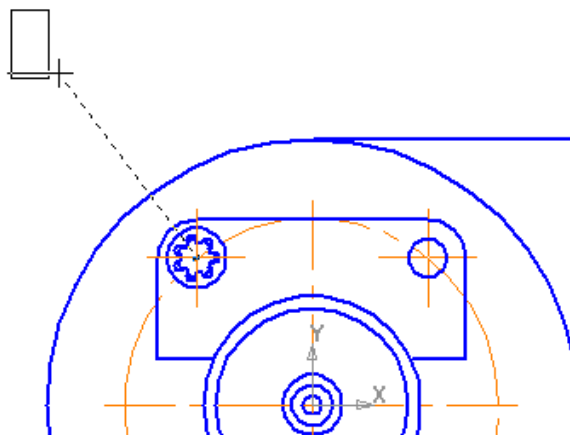

Рисунок 25.
- Укажите точку на Шайбе и точку начала полки (рис. 25).